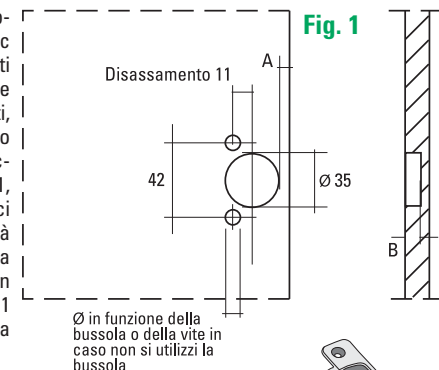
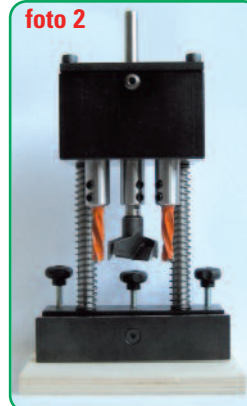

Fig. 1
Fig. 2
Smontare la tavoletta di sostegno (8) e posizionare l'attrezzatura su un piano idoneo al tipo di lavoro. Procurarsi un'asta di $\varnothing 10$ e lunghezza idonea alla lavorazione da eseguire e inserirla nel foro (9), posizionare la battuta di riferimento e bloccare il tutto con i pomelli (3), fissare al piano uno o più blocchetti di riferimento in funzione della lunghezza della finestra da forare. Regolare le viti (7) e (4) (Vedi foto.1) in funzione delle quote "A" e "B" (vedi Fig. 1), infine posizionare la finestra da forare (vedi Fig. 2).